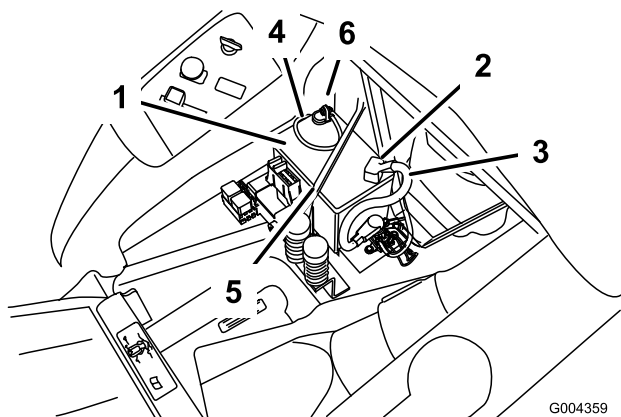

Figure 42
4. Débranchez le câble négatif (noir) de mise à la masse de la borne de la batterie (Figure 42).
5. Repoussez le capuchon en caoutchouc sur le câble positif (rouge). Débranchez le câble positif (rouge) de la borne de la batterie (Figure 42).
6. Enlevez la sangle de maintien de la batterie (Figure 42) et ôtez la batterie de son support.
1. Placez la batterie sur son support, les bornes à l'opposé du panneau de commande (Figure 42).
4. Fixez les câbles à l'aide de 2 boulons (1/4 x 3/4 pouce), 2 rondelles (1/4 pouce) et 2 écrous (1/4 pouce) (Figure 42).
6. Fixez la batterie en place à l'aide de la sangle de maintien (Figure 42).